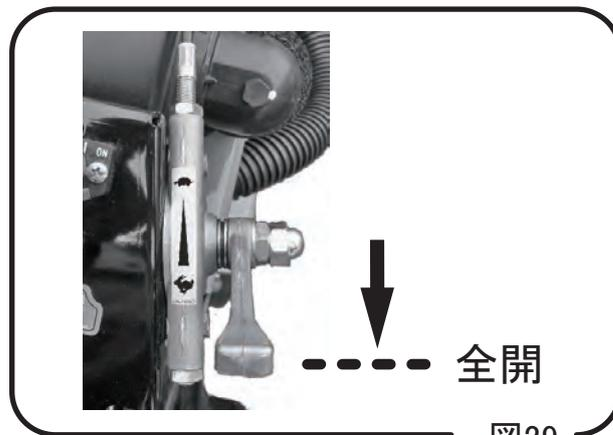

図29
- 2 スロットルレバーを徐々に開き、エンジン回転数を高速にセットします。(図 29)